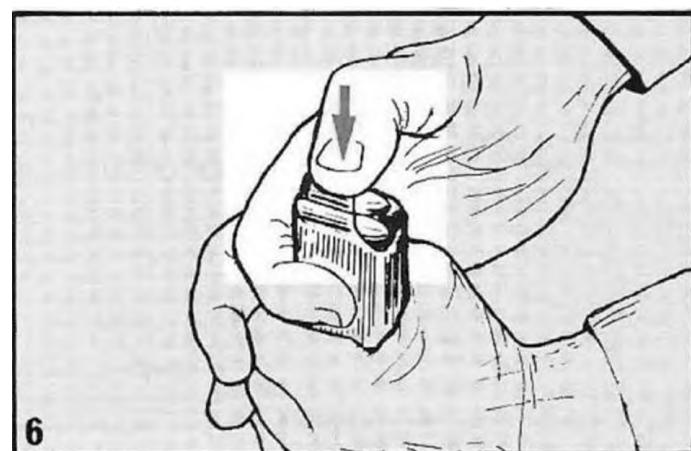

Рисунок 4.9 – Спорядження магазину патронами
- 1) натиснути, поки патрон не клацне під губою (рисунок 4.9);